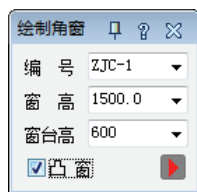

图 5-24 “绘制角窗”对话框
2) 在命令行中输入“ZJC”命令并按〈Enter〉键，系统弹出“绘制角窗”对话框，设置参数如图 5-24 所示。